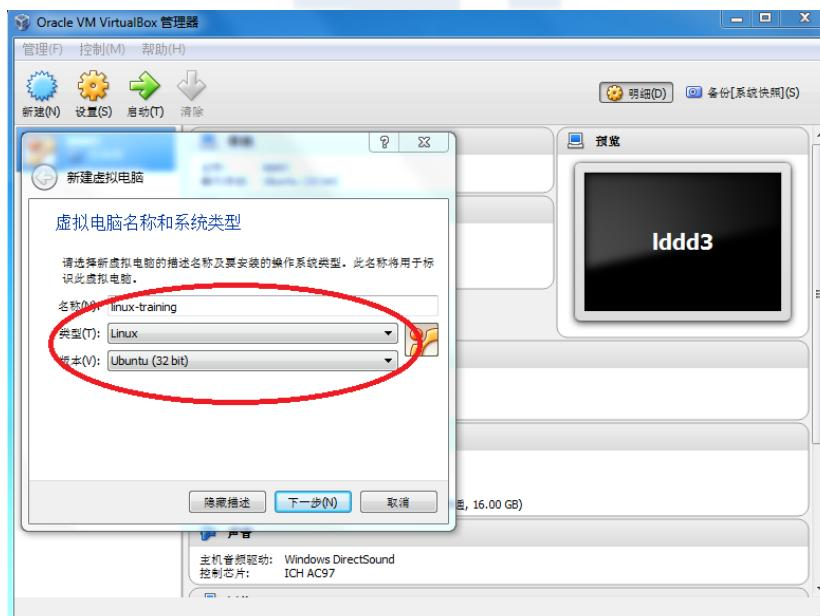

图 1.6 新建 Ubuntu 32 位虚拟机
运行第 1 步安装的 Oracle VM VirtualBox，单击“新建 (N)”图标创建虚拟机，“类型”选择 Linux，“版本”选择 Ubuntu (32 bit)，名称可以取名为“linux-training”，如图 1.6 所示。